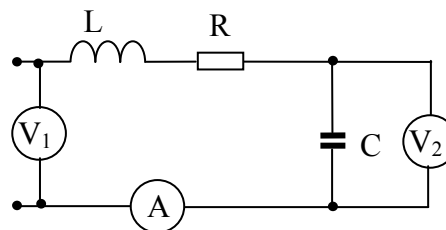

Рис.2.4.21
2.4.21. Электрическая цепь (рисунок 2.4.21) настроена на получение резонанса при  $f=50$  Гц. Показания приборов при этом составили:  $I=10$  А,  $U_1=127$  В,  $U_2=314$  В. Определить параметры  $R$  и  $L$  катушки.